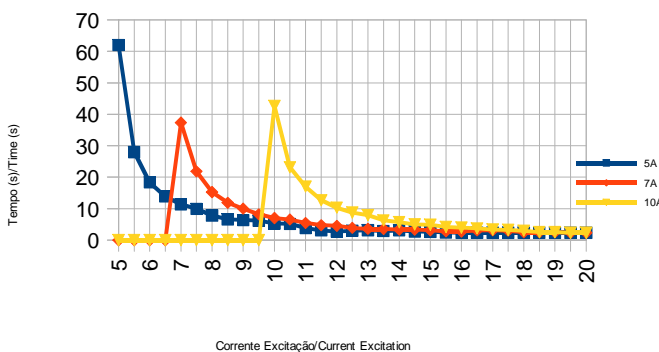

FIGURA 2.3.1: TEMPO DE ATUAÇÃO DA PROTEÇÃO./PROTECTION ACTUATION TIME/TIEMPO DE ACTUACIÓN DE LA PROTECCIÓN.
O circuito do limitador de corrente (CL) faz a análise da corrente de campo e compara com um valor máximo pré-ajustado através do jumper de *limitador de corrente*. Quando a corrente ultrapassar o valor máximo pré-definido, o limitador reduz o disparo do tiristor, mantendo a potência fornecida ao campo do gerador constante. Enquanto a corrente for menor que o máximo, o regulador opera normalmente e o limitador de corrente permanece desabilitado. Veja figura 2.3.1 representa o tempo de atuação para cada configuração, 5A, 7A ou 10A. (valores obtidos por simulação).
El circuito del limitador de corriente (CL) realiza el análisis de la corriente de campo y compara con un valor máximo pre-ajustado a través del jumper del *limitador de corriente*. Cuando la corriente sobrepasa el valor máximo predefinido, el limitador reduce el disparo del tiristor, manteniendo la potencia suministrada al campo del generador constante. Mientras la corriente sea menor que el máximo, el regulador opera normalmente y el limitador de corriente permanece desactivado. Veá figura 2.3.1 representa el tiempo de actuación para cada configuración, 5A, 7A o 10A. (valores obtenidos por simulación).